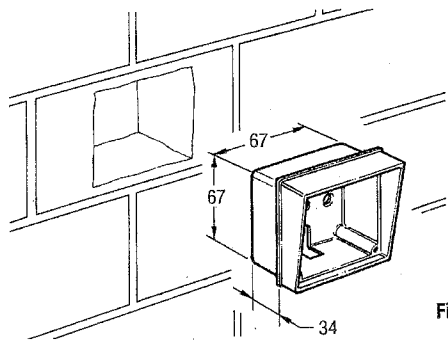
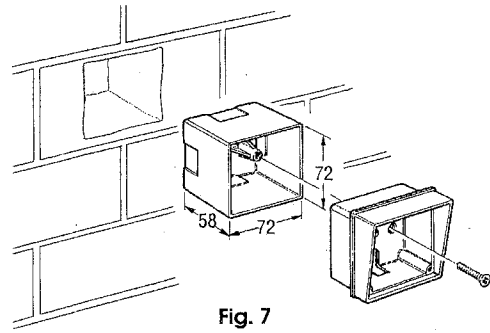

Fig. 6
Fig. 7
1) A MURARE (Fig. 6 - 7)
La scatola può essere murata direttamente (Fig. 6) oppure inserita in un apposito contenitore plastico cod.720043 (Fig. 7).